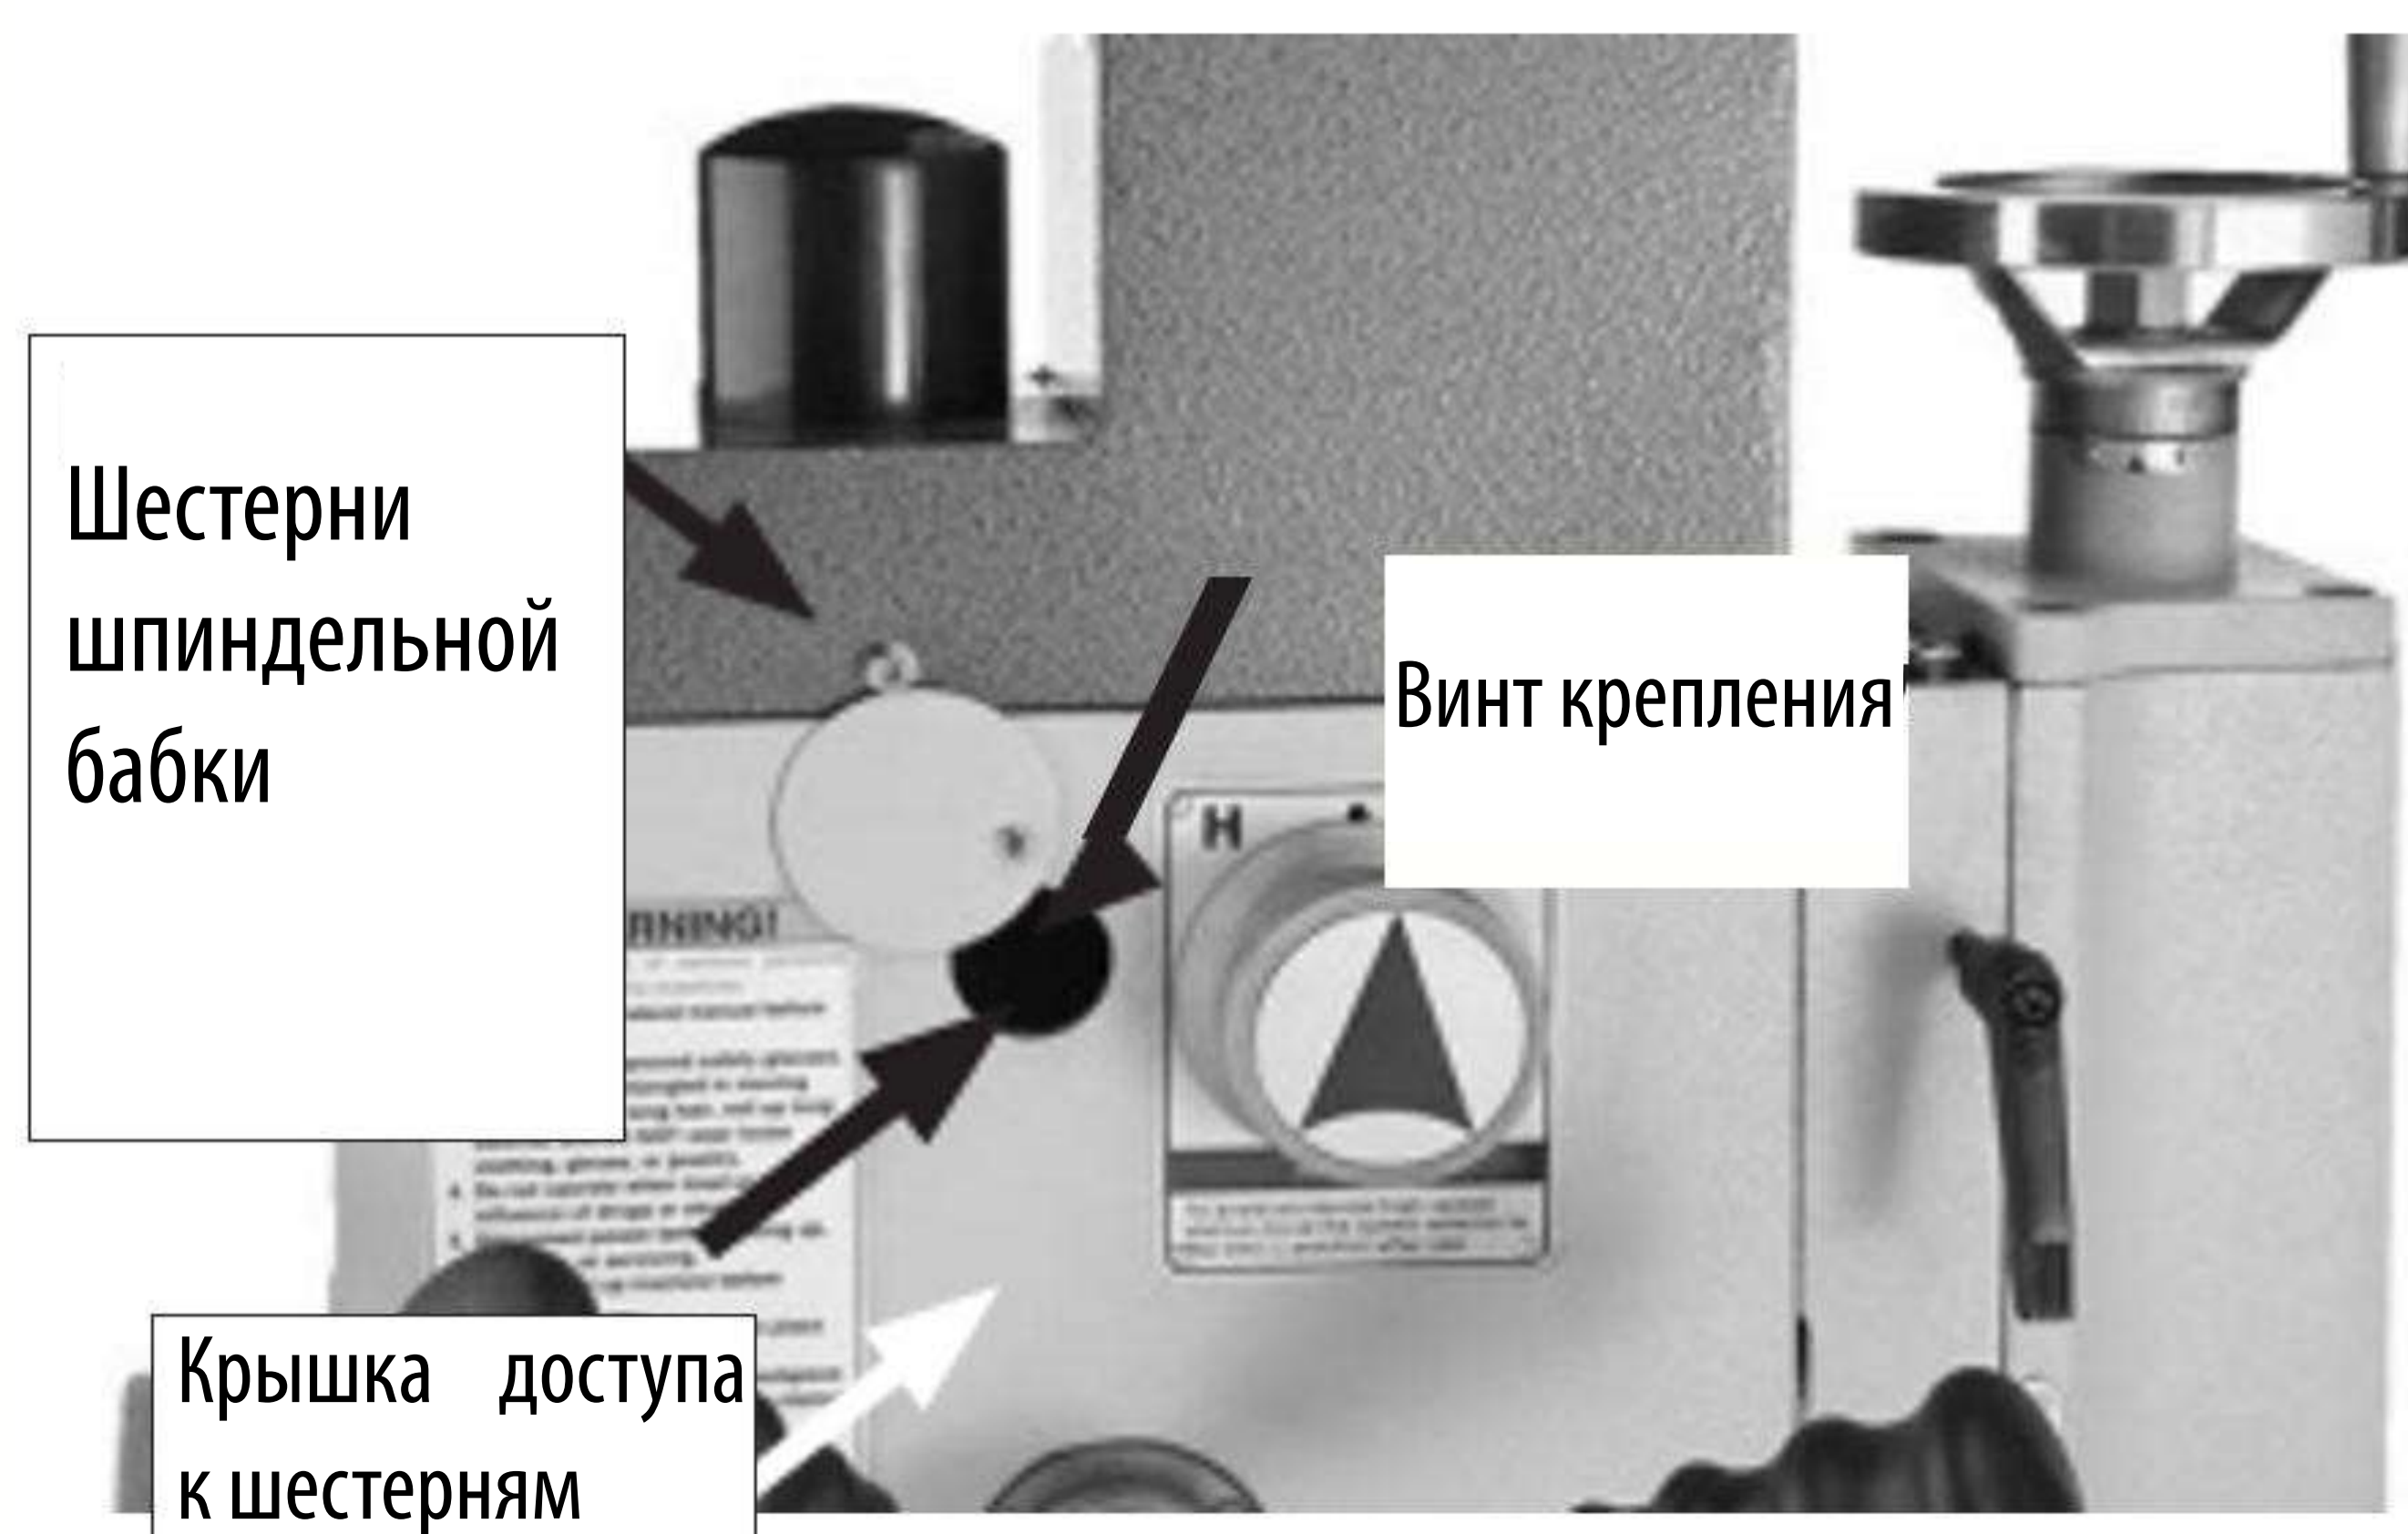

Рис. 33
1. Снимите винт и крышку доступа к шестерням шпиндельной бабки, показанные на Рис. 33